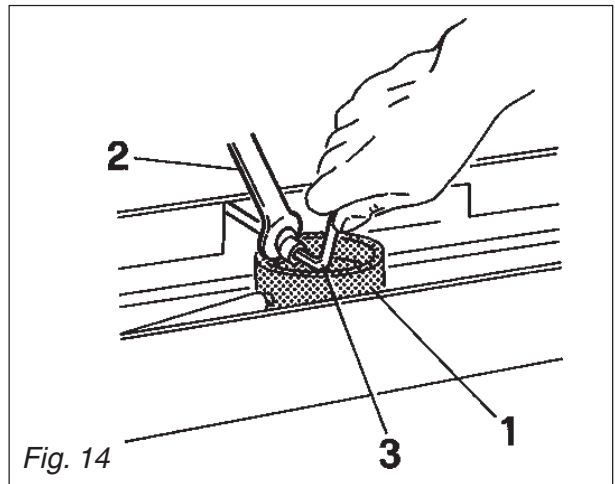

Fig. 14
- Bloquer avec une clé 1 le raccord 2 (Fig. 14) placé au-dessus de la cuvette d'évacuation 3 et en même temps desserrer, de trois tours au maximum, la vis à hexagone encaissé 3.